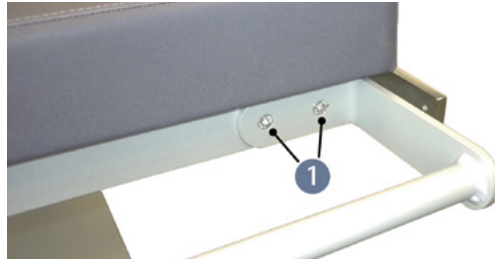

Abbildung 4-6: Montage Halterung Arztkrepppapier
- Blutdruckmanschette **4** anschließen (siehe Abbildung 4-6).